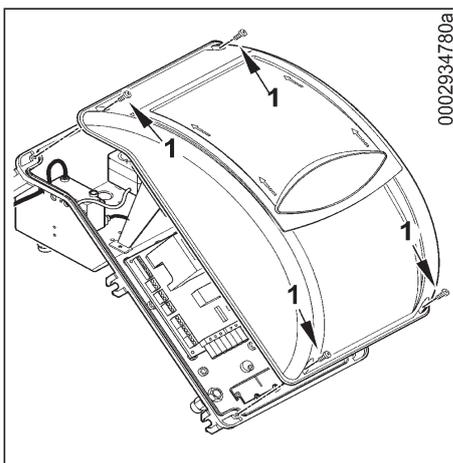

Рисунок 1
- Снимите крышку, открутив четыре винта (1) (рис. 1), при этом не убирайте прозрачное окошко. Доступ к электрическому щиту горелки получен.